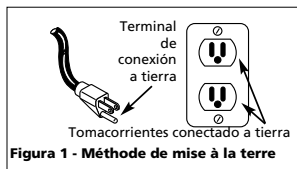

Figura 1 - Método de mise à la terre
1. Este producto está diseñado para circuitos nominales de 120 voltios y tiene un enchufe para conexión a tierra similar al de la Figura 1. Cerciórese de conectarlo a un tomacorrientes cuya configuración sea similar a la del enchufe. Este producto se debe conectar a tierra. En caso de que ocurra un cortocircuito, ésto evitaría el riesgo de choque eléctrico al ofrecerle un cable de desvío a la corriente eléctrica. Este producto tiene un cordón con un alambre y terminal de conexión a tierra. Debe conectarlo a un tomacorrientes que esté instalado adecuadamente según los códigos y ordenanzas locales.